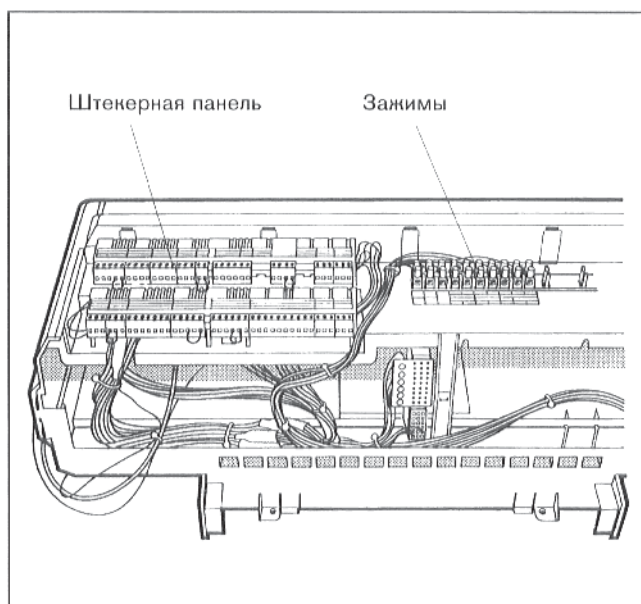

Рис. 6: установить связь
- Установить, соответственно э-схеме, связь между зажимами и штекерной панелью (рис. 6).